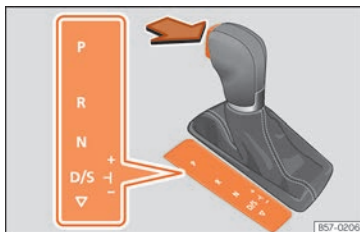

Abb. 221 Wählhebelsperre.
– Treten Sie das Bremspedal und halten Sie gleichzeitig die Sperrtaste in Pfeilrichtung gedrückt »» **Abb. 221**.